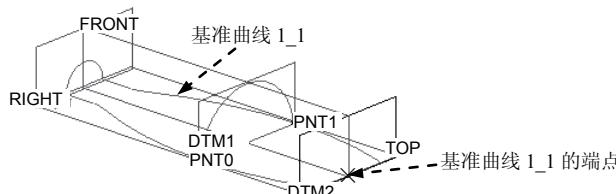

图 6.7.15 创建基准平面 DTM2
Step9. 创建图 6.7.15 所示的基准平面 DTM2。
- (2) 如图 6.7.15 所示，选择基准曲线 1_1 的端点，设置为“穿过”；按住 Ctrl 键，再选择 RIGHT 基准平面，并设置为“平行”；在“基准平面”对话框中单击 按钮。